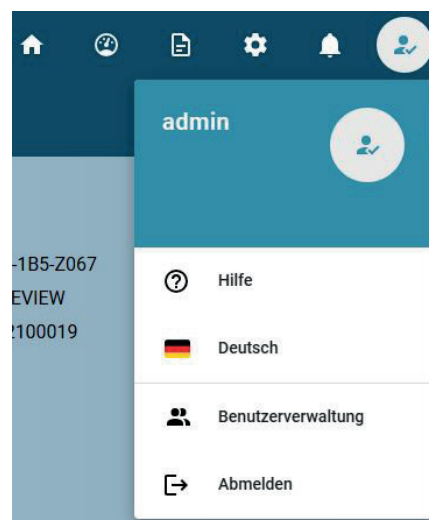

Bild 8-3: Benutzermenü (angemeldet)
In angemeldetem Zustand wird für Benutzer mit der Rolle *ADMIN* zusätzlich die Benutzerverwaltung sichtbar (siehe Bild 8-3).
- Mit *ABMELDEN* (siehe Bild 8-3 auf Seite 93) ausloggen.